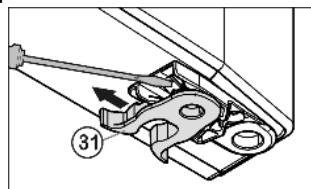

Fig. 7
- ▶ Spostare il Fig. 7 (31) morsetto a molla: Premere verso il basso il dentino antisfilamento, estrarre il morsetto a molla tirando verso l'alto.